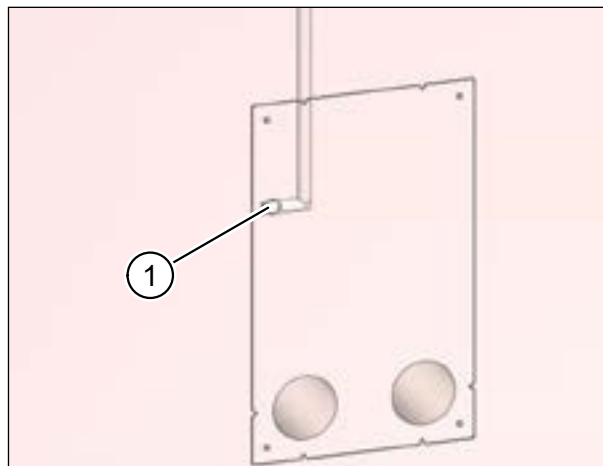

Рис. 21: сделать штробу для кабелей электропитания и системы управления
- ▶ Сделайте штробу для кабелей электропитания и системы управления (поз. 1 на рис. 21).